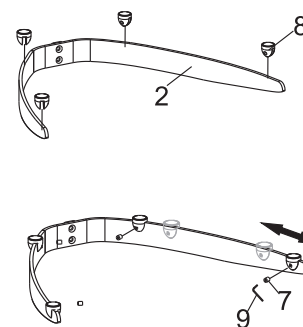

Fig 1
Colocar las esteras plasticas (8) en los soportes de estante (2) utilizando tornillos para estera (7) utilizando la llave allen de 2.5x2.5mm (9).Asegurese que estos se encuentren en la posición correcta para que el estante descance firmemente Fig.1